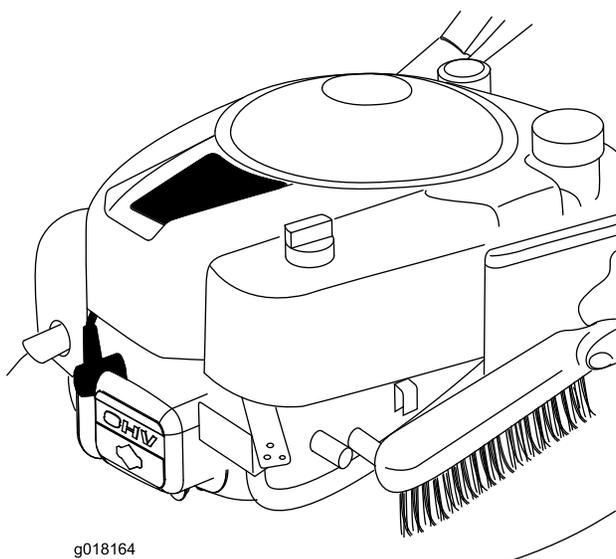

Figura 27
- Retire toda a relva e detritos do motor, incluindo do escape/protecção do escape, das vias do ar no resguardo superior e da plataforma envolvente utilizando uma escova ou ar comprimido (Figura 27).